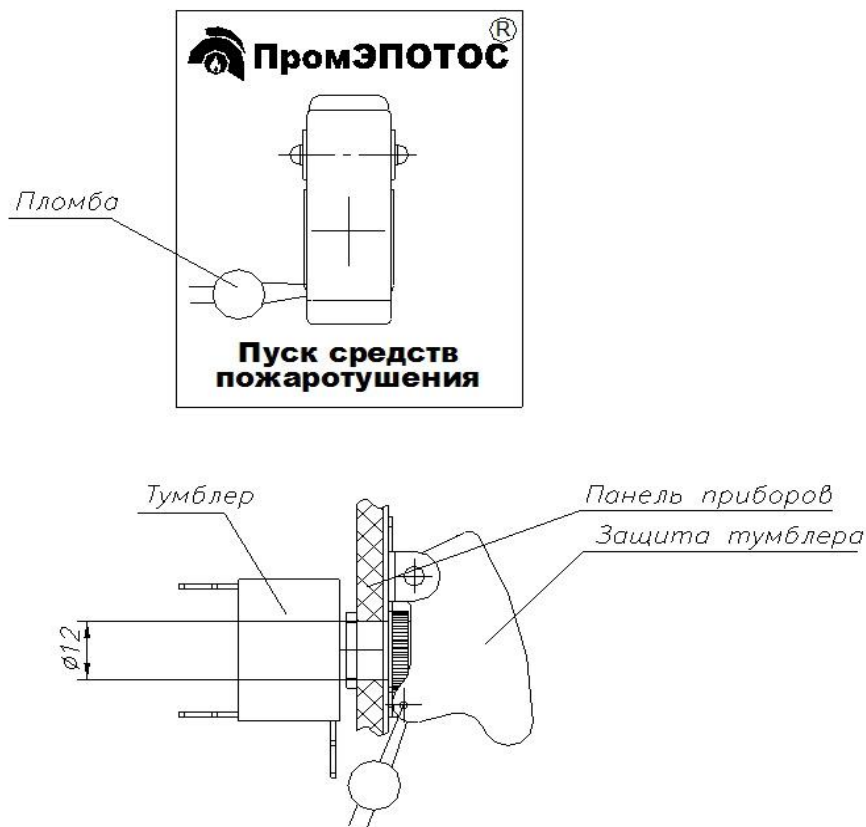

Рисунок 2
2.4 Смонтировать шильдик и тумблер с защитой на панели приборов ТС в соответствии с рис.2